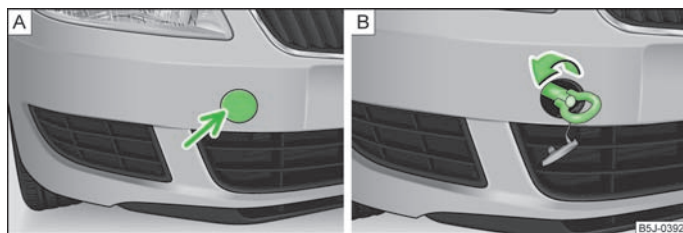

Fig. 137 Paragolpes delantero: Caperuza protectora/montaje de la argolla de remolque
- Presionar la mitad izquierda de la caperuza cobertora en la dirección de la flecha 1 » fig. 137 - A.
- Enroscar manualmente la argolla de remolque girándola hacia la izquierda hasta el tope » fig. 137 - B. Para fijar la argolla recomendamos utilizar p. ej. la llave para rueda, la argolla de remolque de otro vehículo u otro objeto parecido que se pueda pasar por la argolla.